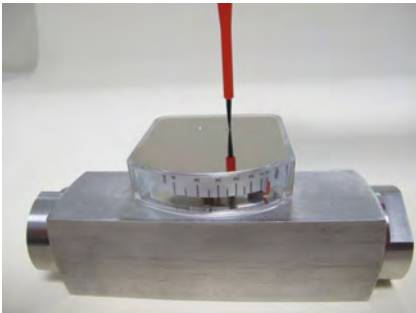

Abb. 60
- 24.** ➤ Schrauben Sie die Befestigungsschrauben der Anzeige-Deckelplatte ein. Ziehen Sie die Schrauben fest (Abb. 60). Beachten Sie dabei das Schrauben-Anziehdrehmoment (☞ Kapitel 11.1 „Anziehdrehmomente“ auf Seite 82)